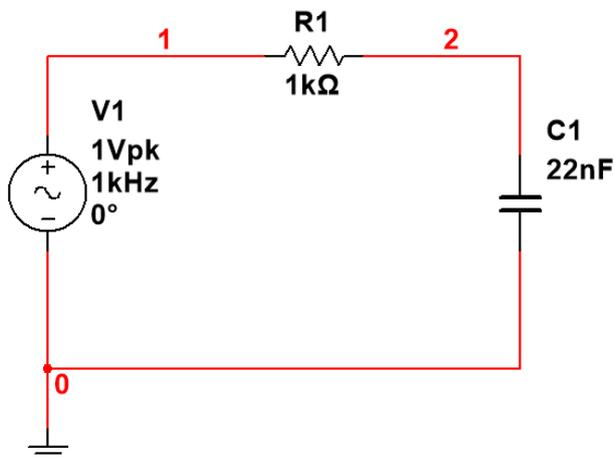

图 6 一阶 RC 低通电路频率特性的测试
(1) 建立电路如图 6。输入信号取自信号源库 (Sources) 中的交流电压源 (AC Voltage Source)，双击图标，将其电压设置为 1V，频率设置为 1kHz。